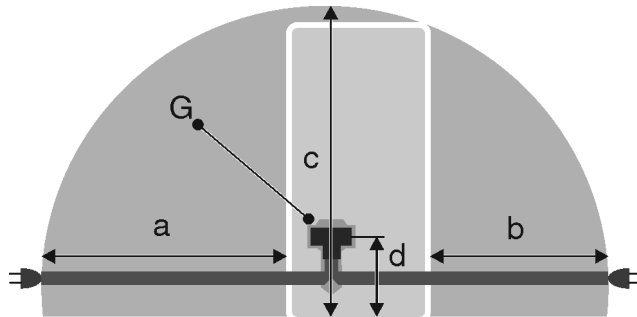

Fig. 25
- La prise de courant est en dehors de la zone postérieure de l'appareil dans la zone concernée. Fig. 25 (a, b, c)
- ▶ Introduire la la fiche de l'appareil Fig. 25 (G) au dos de l'appareil. Veiller à ce qu'elle s'introduise correctement.